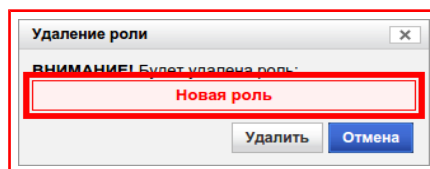

Рисунок 9.11 — Диалоговое окно «Удаление роли»
- 3) В появившемся диалоговом окне проверить имя удаляемой роли, рисунок 9.11;